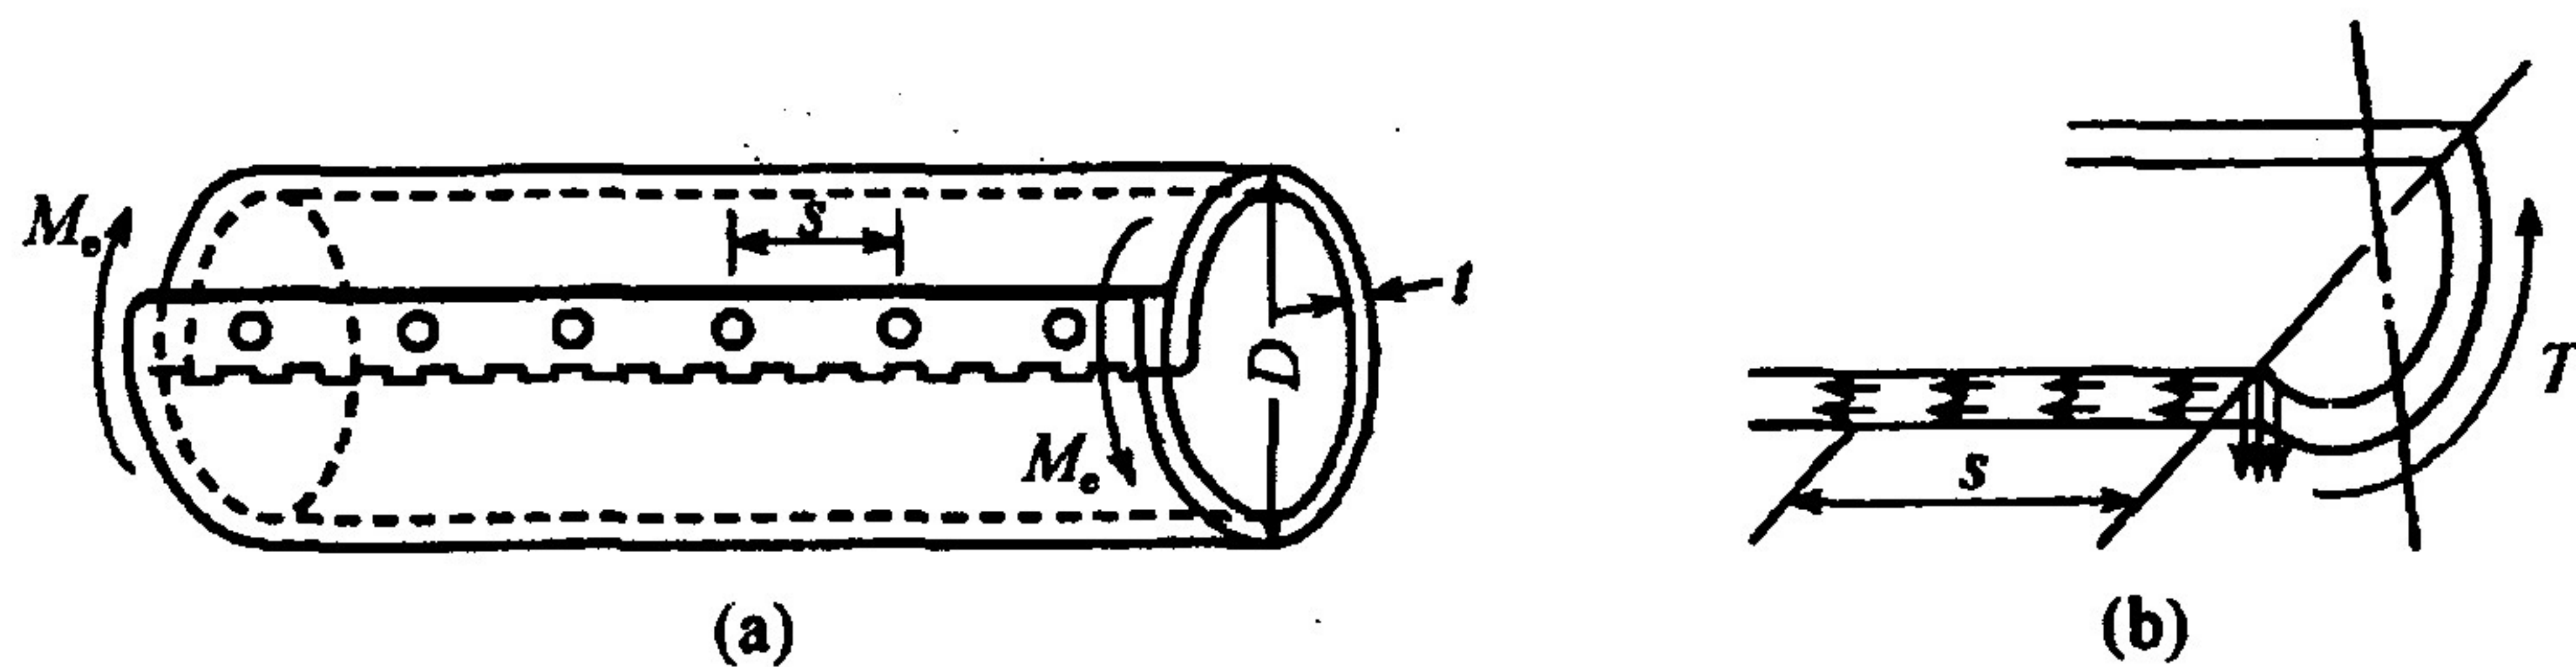

图 1.2
1.2 由厚度 $t=8\text{mm}$ 的钢板卷制成的圆筒，平均直径为 $D=200\text{mm}$ 。接缝处用铆钉铆接(图 1.2(a))。若铆钉直径 $d=20\text{mm}$ ，许用切应力 $[\tau]=60\text{MPa}$ ，许用挤压应力 $[\sigma_{bs}]=160\text{MPa}$ ，筒的两端受扭转力偶矩 $M_e=30\text{kN}\cdot\text{m}$ 作用，试求铆钉的间距 s 。(12 分)
(1) 横截面上切应力 τ_1 。假设为一封闭薄壁圆筒，沿水平直径截开如图 1.2(b) 所示，则横截面上切应力为